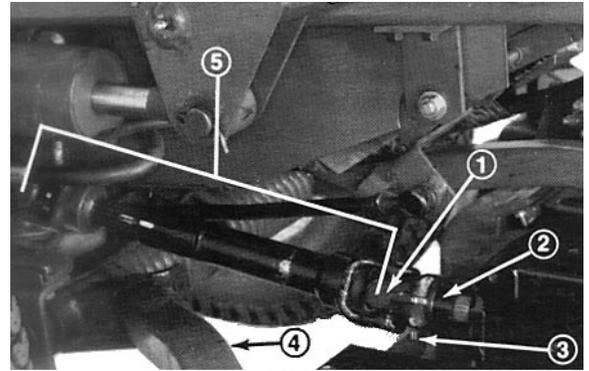

Bild 9
3. Den Spannstift aus Joch und Einlaufwelle des Getriebes treiben (Bild 9). Außerdem sind die Sechskantschrauben und Sicherungsmuttern zu lockern. Das Joch von der Einlaufwelle abschieben. Wenn die Zugmaschine ohne Schnittwerk eingesetzt werden soll, den Rollstift an der Zapfwelle austreiben und die Welle komplett von der Zugmaschine entfernen.
5. Lassen Sie den rechten Schubarm durch eine Hilfe nach unten drücken, während die Sechskantschrauben, Flachscheiben, Sicherungsscheiben und Muttern entfernt werden, mit denen das Kugelgelenk am Laufradarm des Schnittwerks abgesichert ist (Bild 9). Dann kann die Hilfe den Schubarm vorsichtig nach oben gehen lassen, wodurch sich der Federdruck langsam entspannt.